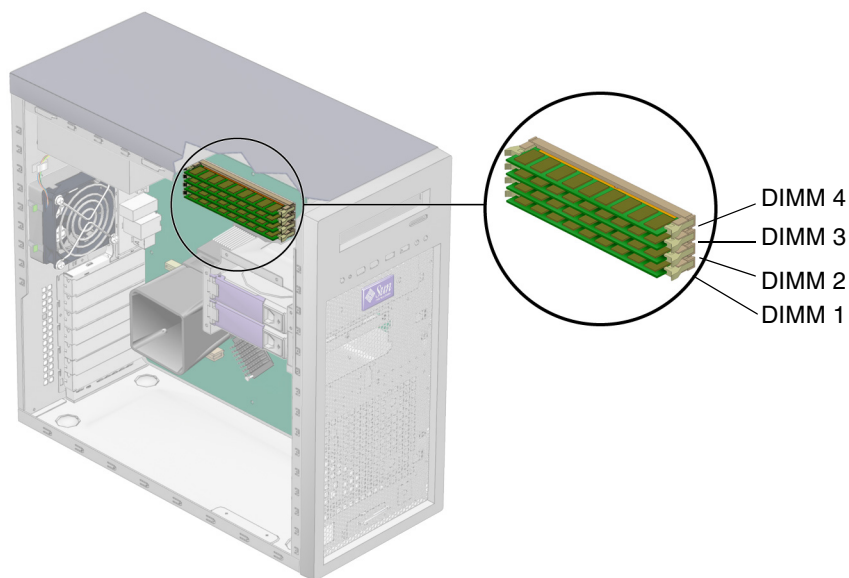

图 4-13 DIMM 位置
4. 找到您要从中拆卸 DIMM 内存模块的插槽位置（参见图 4-13）。